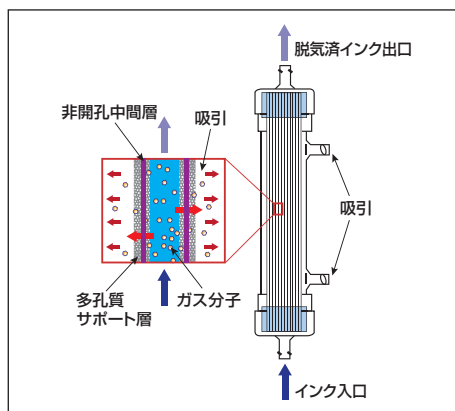

図2：流れ方向を示したファイバーの概略図
- 3.2 インクの入口/出口ポートと吸引ポートをシステムに接続してください（図2を参照）。接続するポートの表面にそれぞれ汚れや損傷がないことを確認してください。ルアーロック継手は締めすぎないように注意してください。